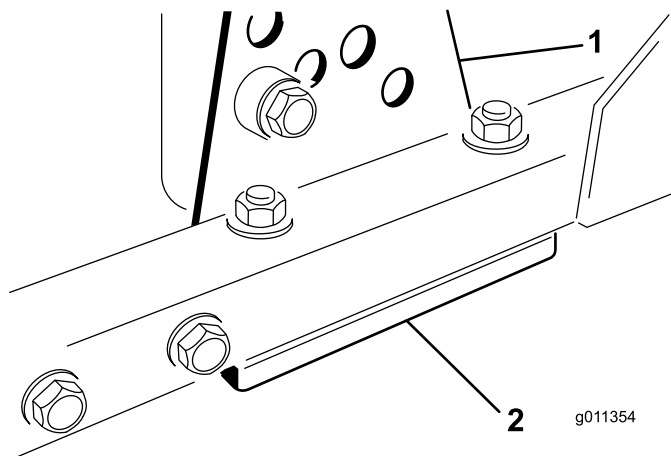

図 122
1. 刈り高ブラケット前、左、右のうち1つをカッティングユニットのフレームから外す図 122。
2. カッティングユニットのフレームとブラケットとの間に厚さ 1.5 mm または 0.7 mm のシム、場合によってはこれらの両方を挿入して、希望する刈り高を達成する図 122。